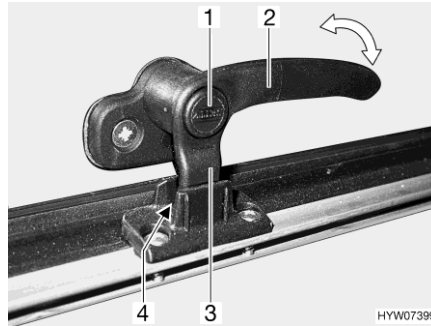
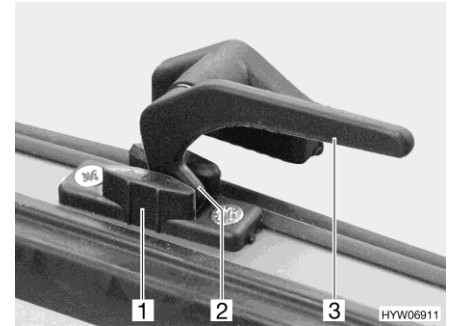

Bild 124 Låsarm med låsknapp i läget "kontinuerlig vädring"
Bild 125 Låsarm i läget "kontinuerlig vädring"
- I läget "kontinuerlig vädring" (Bild 124 och Bild 125)
- Tryck på låsknappen (Bild 124,1) om sådan finns och håll den nedtryckt.
- Vrid alla låsarmar (Bild 124,2 eller Bild 125,3) ett kvarts varv mot luckans mitt.
- Vrid tillbaka alla låsarmar. Därvid måste låsspaken (Bild 124,3 eller Bild 125,2) föras in i spåret på lucklåset (Bild 124,4 eller Bild 125,1).